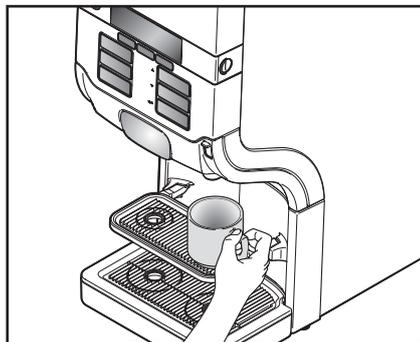

Fig. 10
- Appoggiare la tazza sul portatazze (fig. 10).
1. Appoggiare la tazza sul portatazze (fig. 10).